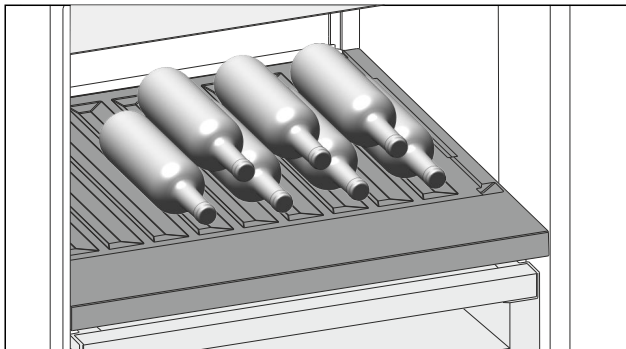

Fig. 150 Példaként szolgáló ábrázolás
- ▶ A palackokat az aljukkal hátrafele helyezze a hátfalhoz. (lásd Fig. 150)